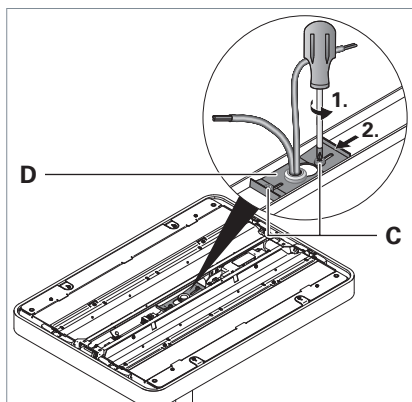

Fig. 25: Démontez la tête du luminaire d'un luminaire à raccordement central.
- Dévissez les deux vis **C** de la patte de retenue **D**, voir Fig. 25.
- Poussez la patte de retenue sur l'autre côté jusqu'à la butée, voir Fig. 25.